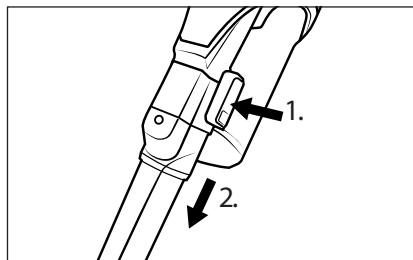

Fig. 15
- ◆ Pour retirer l'accessoire, maintenez la touche de déverrouillage de l'accessoire enfoncée, puis retirez l'accessoire du tube d'aspiration ②③ ou de l'orifice d'aspiration de l'appareil (voir fig. 15).